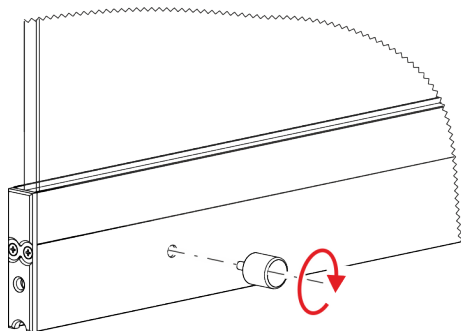

Abb. 8: Gummi-Metall-Puffer montieren
3. ➤ Alle Gummi-Metall-Puffer einstecken und nach rechts festdrehen (Abb. 8).